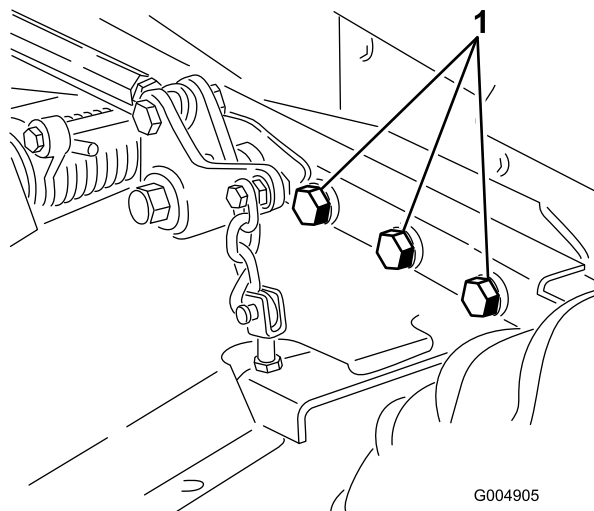

Figura 79
4. Compruebe que todos los herrajes están bien apretados; apriételos si es necesario. En particular, apriete los 6 pernos que fijan el bastidor de la plataforma de corte a la unidad de tracción (Figura 79) a 359 N-m (265 pies-libra).